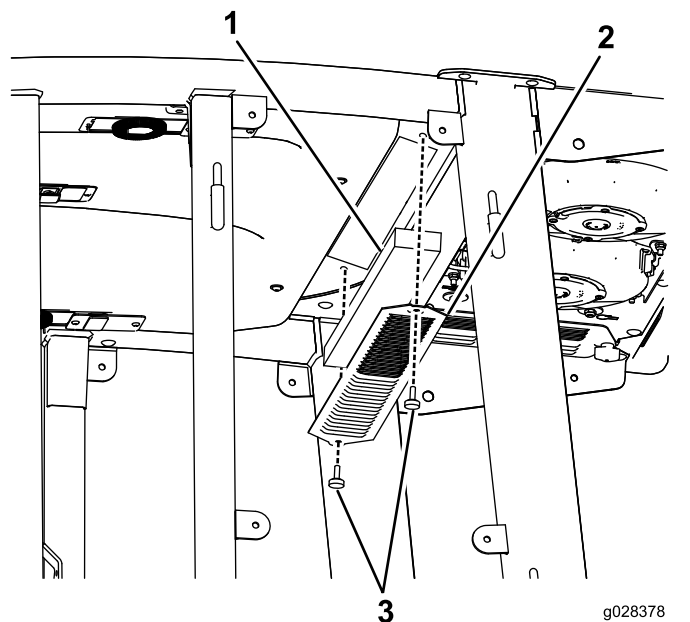
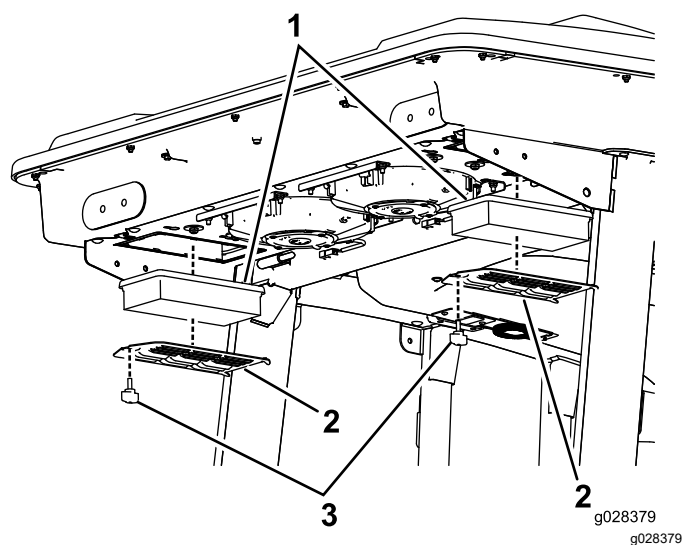
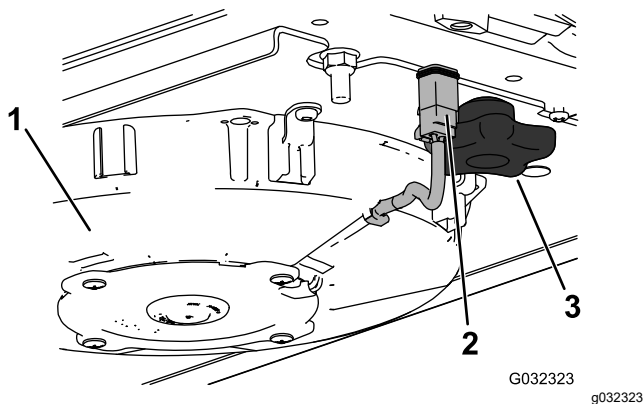
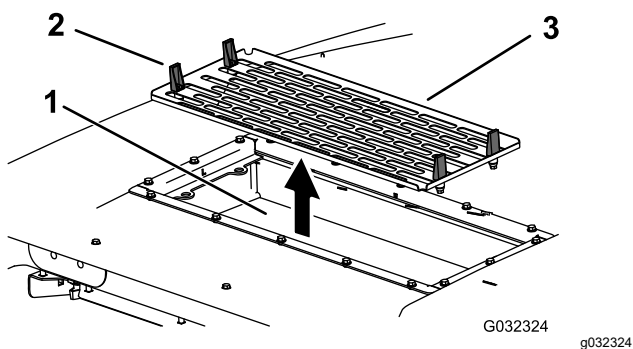

Рисунок 147
Рисунок 148
Рисунок 150
Рисунок 151
1. Выверните винты и снимите решетки у салонного и заднего воздушных фильтров кабины (Рисунок 147 и Рисунок 148).
4. Снимите воздушные фильтры (см. Рисунок 148).
6. Установите воздушные фильтры, сетку и вентилятор в сборе (Рисунок 148, Рисунок 150 и Рисунок 151).